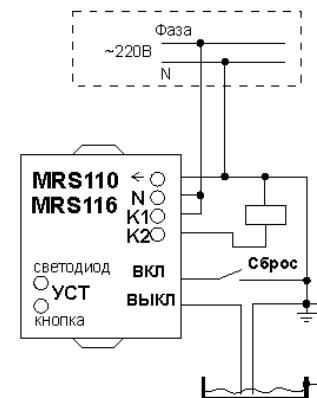

Рис. 3. Схема подключения.
- контактного датчика и кнопки. Замыкая контакты водой можно выключить реле и тем самым закрыть электромагнитный клапан. Нажав кнопку СБРОС можно, соответственно, открыть электромагнитный клапан. Рис. 3;